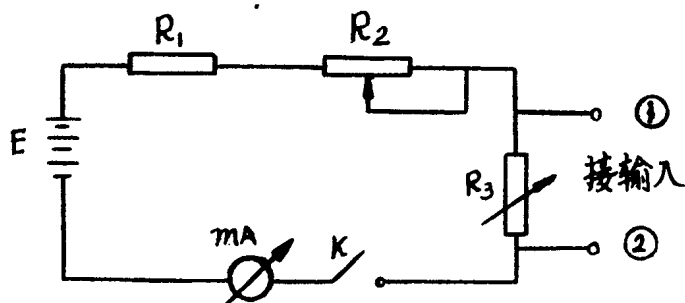

图 2 直流毫伏信号发生器
- (1) 将接线板之⑦⑧端子接上 $3\text{ K}\Omega$ 模拟负载电阻。
- (2) 将接线板之④⑤端子接锰铜线绕电阻 (阻值相当于电热偶电势为零的温度下，冷端温度补偿之电阻值)。⑤⑥端子短接。
- (3) 将接线板之⑩⑪端子接 120 V 稳压电源。
- (4) 将接线板之①②端子接模拟信号：如图 2 (暂不开启开关 K)。
(1) 将接线板之⑦⑧端子接上 3 K Ω 模拟负载电阻。
(2) 将接线板之④⑤端子接锰铜线绕电阻 (阻值相当于热电偶电势为零的温度下冷端温度补偿电阻), ⑤⑥端子短接。
(3) 将接线板之⑩⑪端子接 120 V 稳压电源。
(4) 将接线板之①②端子接模拟信号如图 2。
(5) 预热 3 分钟从输出测量孔接入毫安表观察输出。
(6) 根据被测温度下限值, 于热电偶毫伏——温度对照表上查得相应的毫伏值。
(7) 将查得毫伏值加于仪表的输入端, 调整“调零”旋钮使输出为零。
(8) 调整 R_3 将被测温度上限相对应的毫伏值加以输入端, 调整“量程”旋钮使输出为 10 mA。
(2) 将接线板之④⑤端子接热电偶冷端温度补偿铜电阻; ⑤⑥端子短接。
(4) 将接线板之①②端子接模拟信号, 如图 2。
(6) 根据被测温度下限值, 于热电偶毫伏——温度对照表上, 查得相应的毫伏值。
(7) 将查得的毫伏值减去热电偶冷端电势后加于仪表输入端, 调整“调零”旋钮使仪表输出端为零。
(8) 调整 R_3 将被测温度上限相对应的毫伏值加于仪表输入端, 调整“量程”旋钮使输出 10 mA。
如此反复直至零点和满刻度同时校准为止, 图 2 之直流毫伏发生器, 基本上能够满足调整要求, 当零点压缩值或者满刻度值, 需要比 0.1 mA 更小的刻度时, 取压电阻 R_3 两端的电压信号最好用 U J I 型直流电位差计来测量。